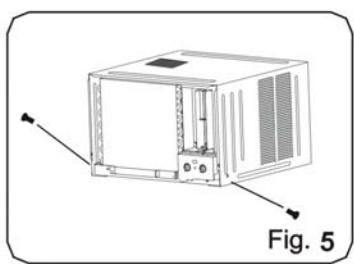

Fig. 5
1. QUITA LOS DOS TORNILLOS DE AJUSTES EN EL CHASIS DE LOS BRAZOS, LUEGO QUITA EL CHASIS DE LOS BRAZOS. (VER FIG. 5).
5. INSTALE LOS DOS BRAZOS DE AJUSTES USANDO LOS DOS TORNILLOS DE AJUSTES. (VER FIG. 5).